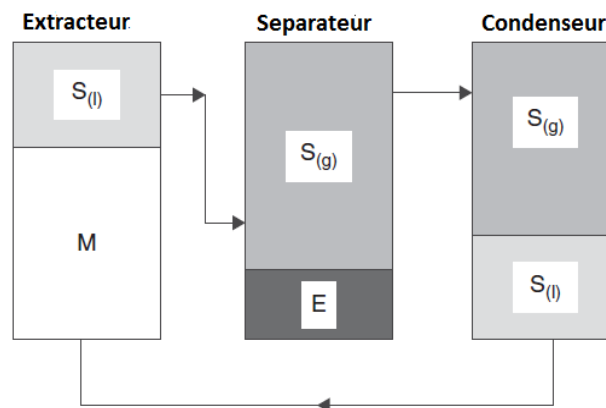

Figure 19 : Schéma d'une unité d'extraction par solvant (S = solvant ; M = matériau ; E = extrait).
- *Par exemple* : Dans le cas de composés extraits de matériaux solides telles les plantes, les **fragments solides sont mélangés avec du solvant** et sont **retenus** pendant un **laps de temps** prédéterminé avant **l'élimination du solvant**. Ce processus de d'extraction implique deux étapes: **(1) une étape d'initiation**; et **(2) une étape de diffusion** : Au stade d'initiation : les **fragments solides se gonflent** lorsqu'ils **absorbent le solvant** et les composants solubles sont dissous. Ensuite, **la diffusion** se produit à l'intérieur des fragments. Le **temps de rétention doit être suffisant** pour que **les solutés se dissolvent dans le solvant**.
- Un procédé *d'extraction par solvant en continu* est représenté sur la figure 19 suivant.